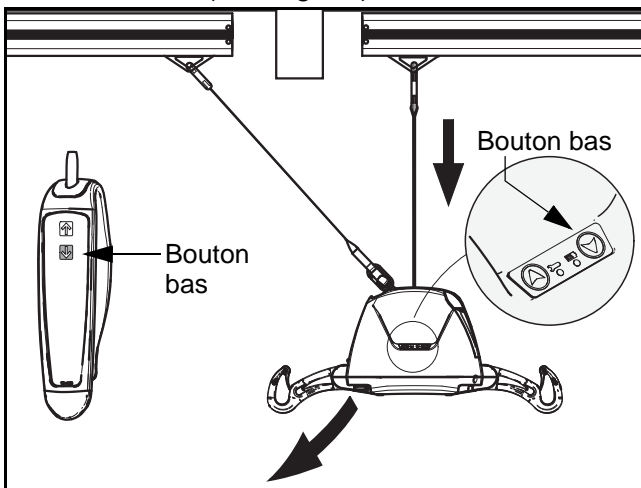

Fig. 20
- 3) Appuyer sur le bouton BAS de la télécommande. Cela va tirer lentement l'appareil et le patient jusqu'au deuxième point de transfert (voir Fig. 20).